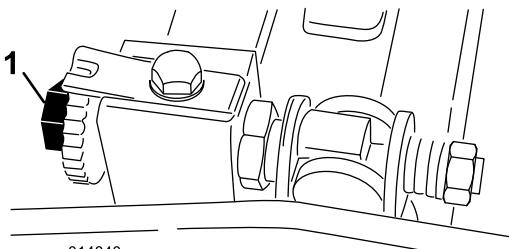

図 45
2. ベッドバー調整ネジ (図 45) を左に回して、リールと下刃の接触を完全になくす。
に平行に) 入れると軽く挟まれ、引き抜くのに少し力が必要な程度に調整する (図 45)。